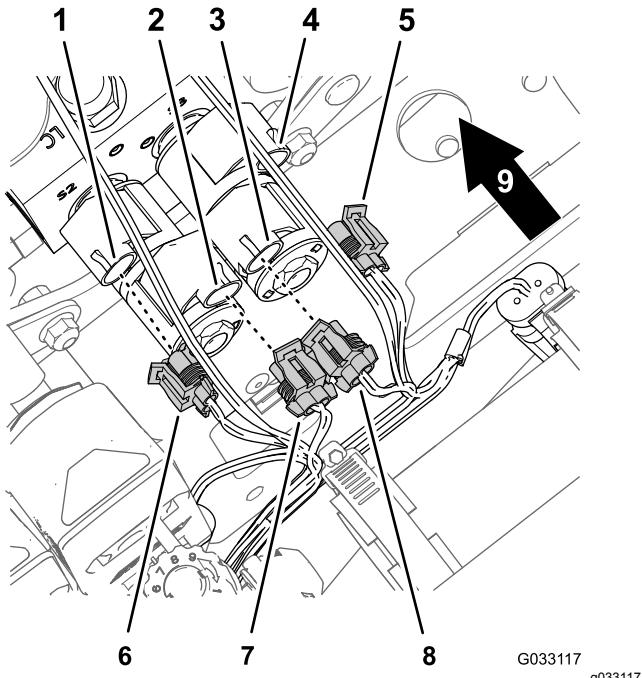

Figura 32
- Desconecte los conectores hembra de 2 vías del arnés de cables para el kit de acabado del brazo sónico (Figura 32) de los conectores de 2 pinos de los solenoides del distribuidor del cilindro de elevación del siguiente modo: